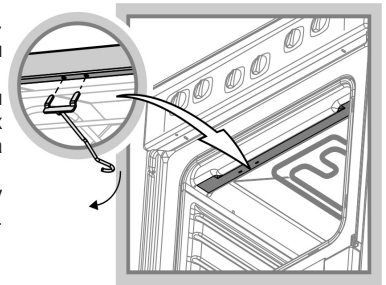

Рис. 17
- Установите крючок, для чего вставьте «усы» крючка в пазы верхней полки проема духовки и опустите крючок вниз (рис. 17).